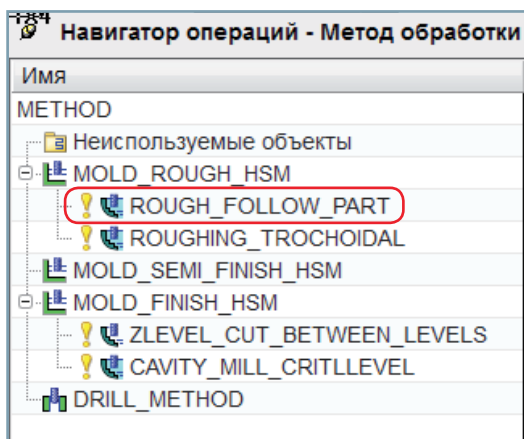

Рис. 1.6. Вид методов обработки Навигатора операций
- Вид навигатора показан на рис. 1.6 и 1.7 соответственно.